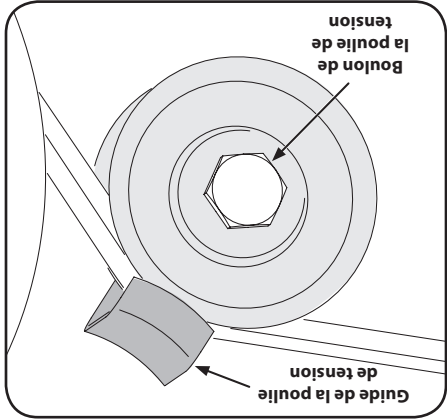

Figure 5-3
3. Enlevez le boulon de la poulie de tension et dégagez la courroie qui passe en-dessous du guide de courroie. Voir la Figure 5-3.
Placez l'obturateur à la position Arrêt. Relevez le guide de profondeur entre les roues. Voir la Fig. 5-3.